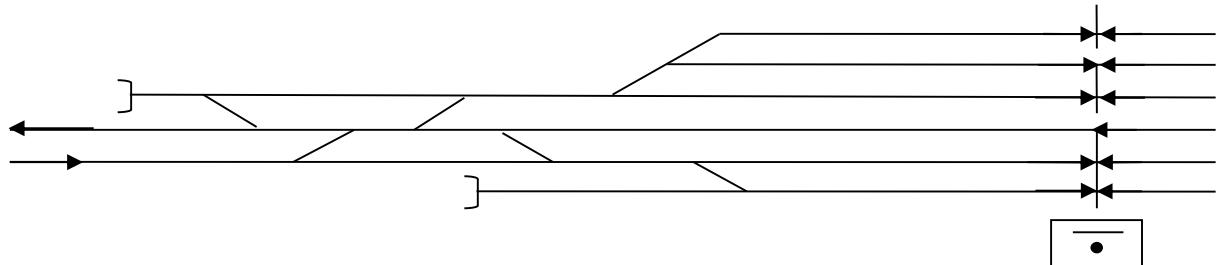

Рисунок 8
8. На схематическом плане четной горловины станции (рис. 8) пронумеруйте пути и стрелки, произведите расстановку изолирующих стыков, входных, выходных и маневровых светофоров. Составьте таблицу вариантовых поездных маршрутов.